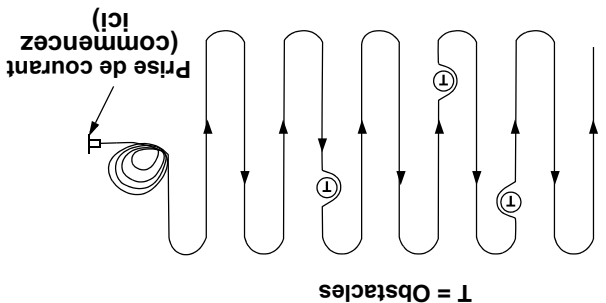

Figure 11
- Mettez la lame sur le moyen, la plaque par-dessus la lame et vissez le boulon à la main (voir figure 11).
- Tondez la pelouse en commençant près de la prise de courant, de façon à vous en éloigner à mesure que vous progressez. Ainsi, la rallonge reposera sur la portion tonte de la pelouse et ne gênera pas vos déplacements. Procédez par rangée en changeant de direction. Ne tondez jamais la pelouse en décrivant des cercles (voir figure 11)